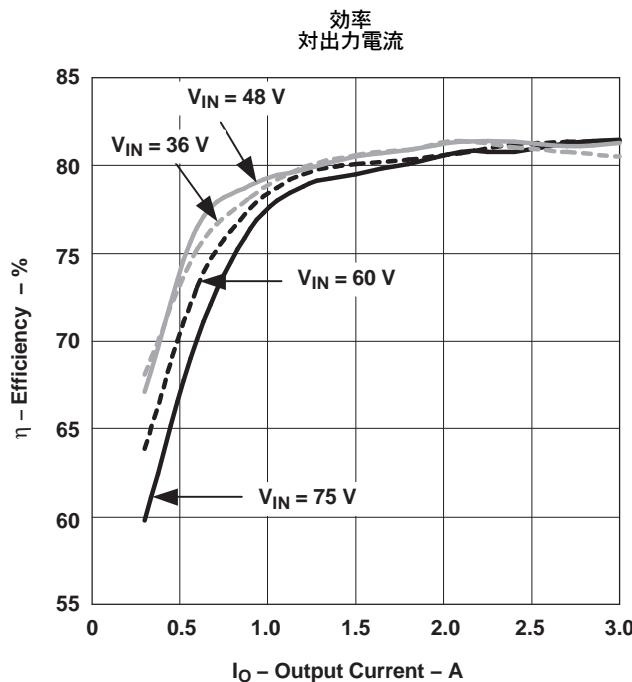
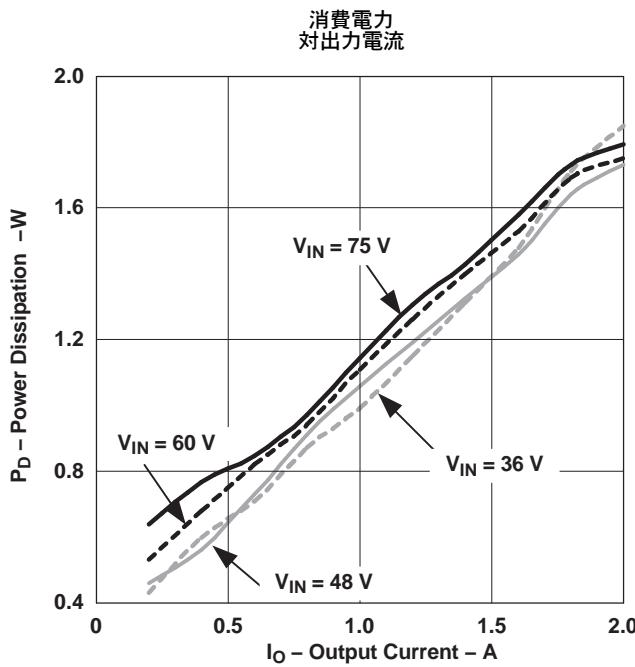
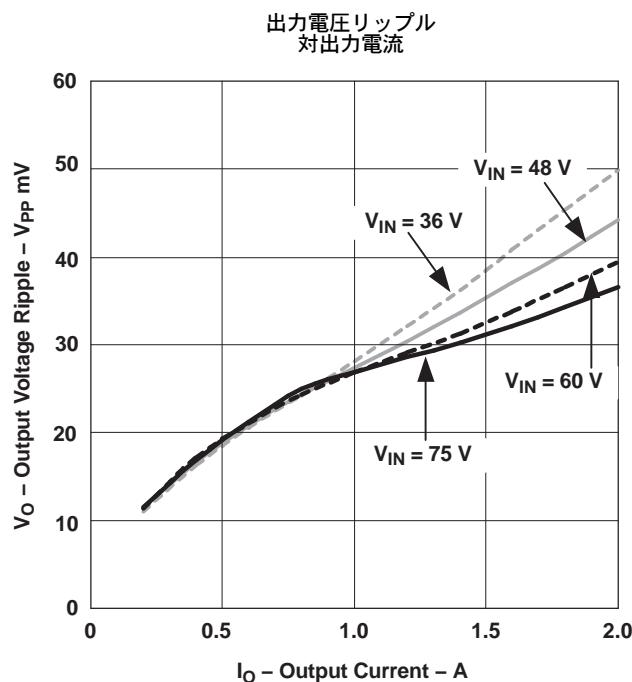

図 5.
図 6.
図 7.
- (3) 次の図5、図7、および図6に掲載されているすべてのデータは、25°C時に実際の製品から取得したものです。このデータはDC/DCコンバータの代表データと考えられます。